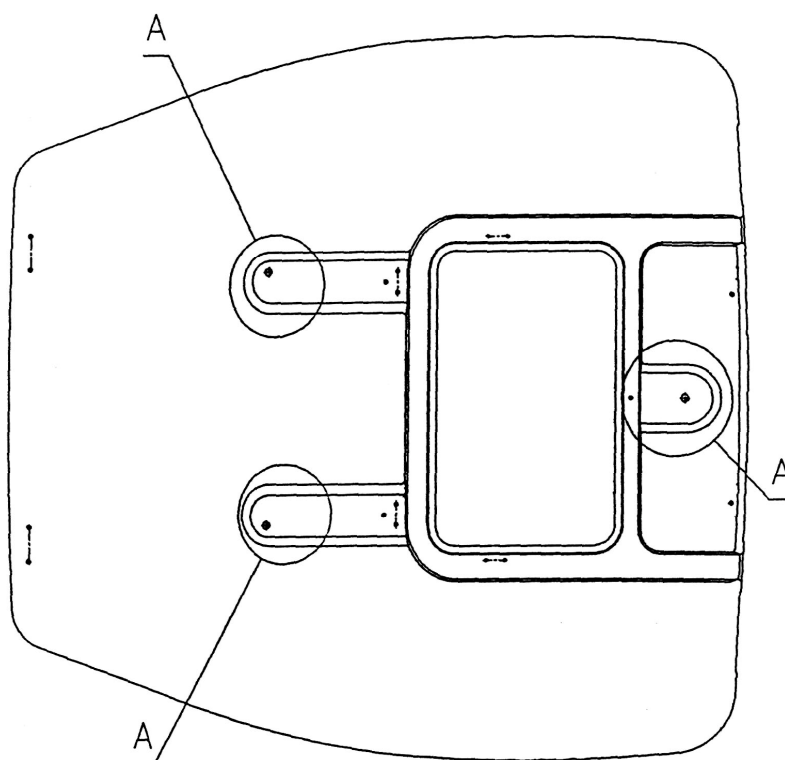

Рис. 5.16.2. Места крепления рым-болтов к крыше:
- расшплинтовать шплинты 1 (рис. 5.16-1), отвинтить болты 2 (рис.5.16.1), снять кабину кран-балкой ($Q > 800$ кг.), используя для крепления рым-болты (М16х3 шт.), установленные на верхней плоскости крыши в точках А (рис. 5.16.2).